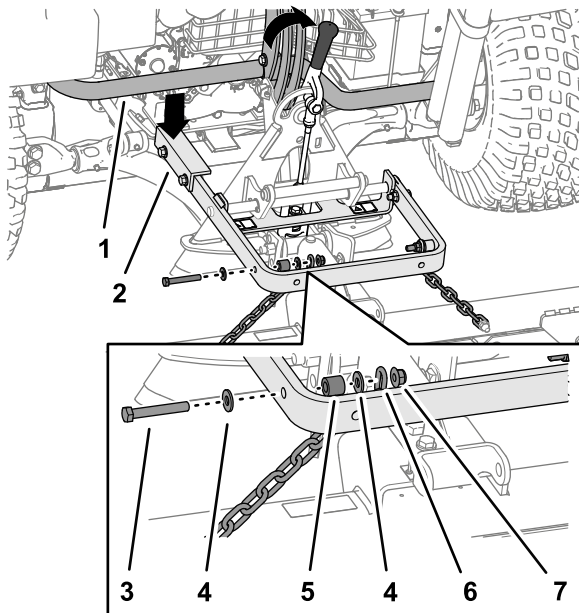

Figura 7
Importante: O braço comprido do braço de elevação tem de estar debaixo do conjunto da estrutura da parte traseira da unidade de tração (Figura 7).
Eleve e mova sempre o acessório utilizando a pega na parte de trás do adaptador de acessórios (Figura 7).
5. Prenda a ligação superior de cada corrente à parte exterior do braço de elevação (Figura 7) utilizando um parafuso (3/8 x 2-1/2 pol.), 2 anilhas (3/8 x 7/8 pol.), um espaçador e uma porca de bloqueio (3/8 pol.).